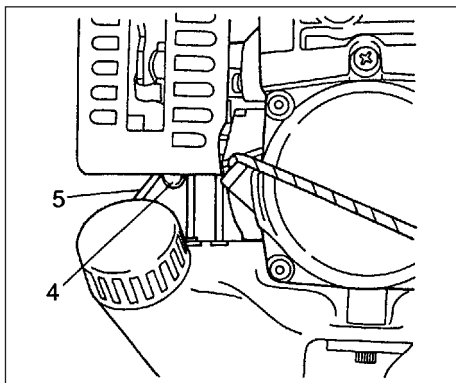
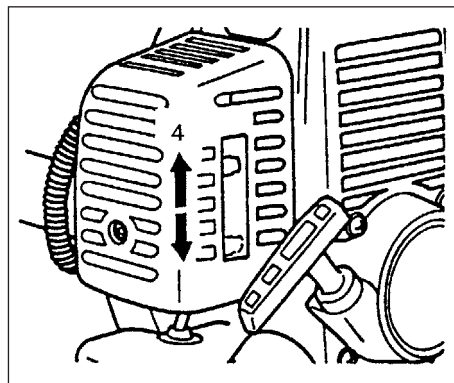

Рис. 2-2C
Рис. 2-3
\*Несколько раз нажать на заливочный баллон (4), чтобы топливо потекло через обратную трубку (5) (при наличии) (Рис. 2-2C)
2. Если нажат предохранительный рычаг (2), потянуть дроссельное пусковое устройство и нажать блокировочную кнопку (3) (при наличии подобного оснащения), затем сначала медленно отпустить дроссельное пусковое устройство, затем предохранительный рычаг. При этом дроссель заблокируется в пусковом положении.
3. Установить рычаг заслонки в положение CLOSED (ЗАКРЫТО) (4). (Рис. 2-3)